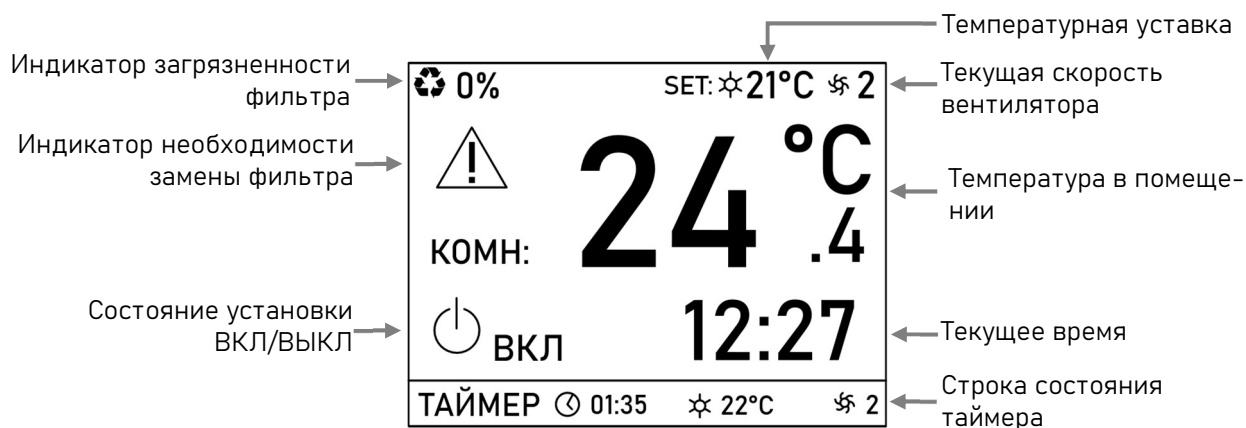

Рисунок 6 - Экран дежурного режима
- 3.3.2 Сразу после включения на нём отобразится экран дежурного режима (Рисунок 6).